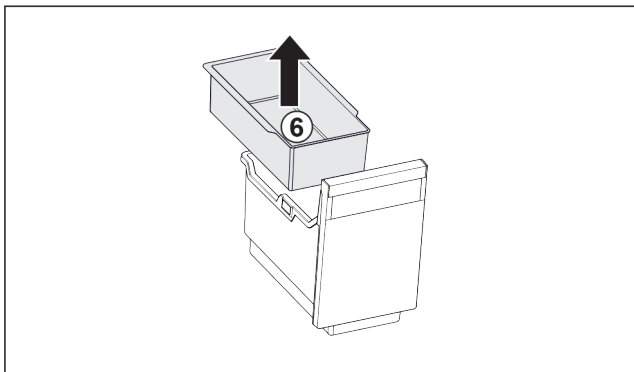

Fig. 90
- ▶ Inhangschaal Fig. 90 (6) verwijderen.